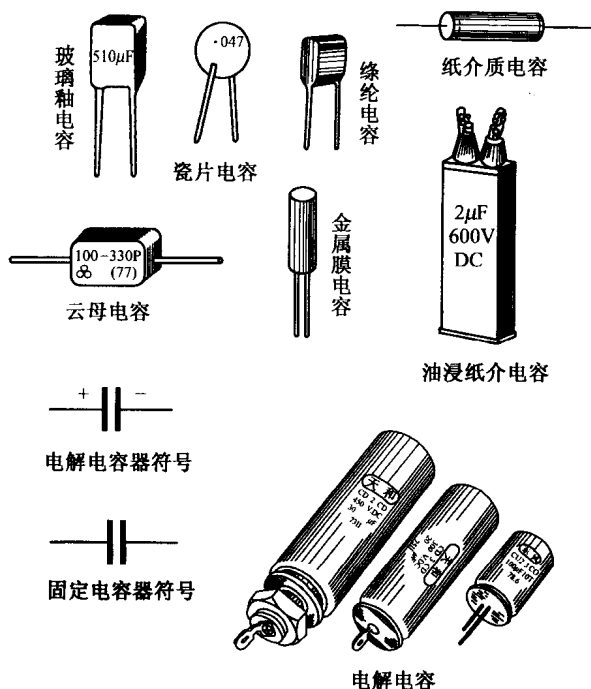

图 1-5 固定电容器
(1) 固定电容器:电容量固定不变的电容器称固定电容器。常用的有介质为云母、纸质、金属化纸质、油浸纸质、陶瓷或有机薄膜的电容器以及铝电解电容器等。部分固定电容器的外形、名称及图形符号如图 1-5 所示。